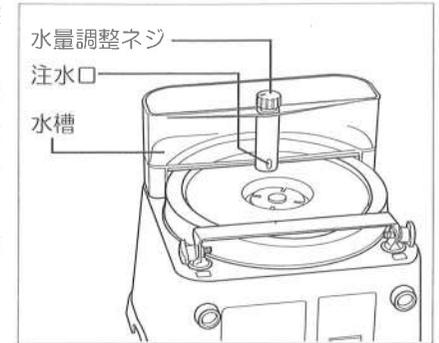
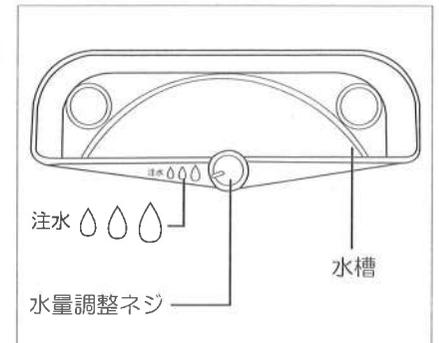

図5
図6
水槽(給水)の取付と調整方法 (図5、図6参照)
- 水槽の水量調整ネジのダイヤル表示を水槽の000の位置に合わせますと水が出ます。水量を調整するときは左右どちらかに少しづつ回しますと調整ができます。(図6参照)